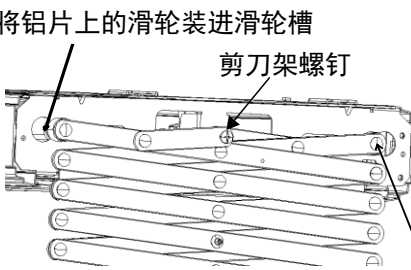
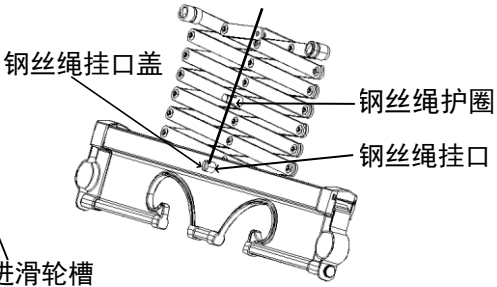

图 3
图 4
- 7. 安装剪刀架：先将剪刀架上端对准主机左右端，接着打上螺钉，（如图3所示），再将钢丝绳的圆钎头穿过钢丝绳的护圈内，最后套进衣杆支撑板的钢丝绳挂口内，接着套上钢丝绳挂口盖即可（如图4）。